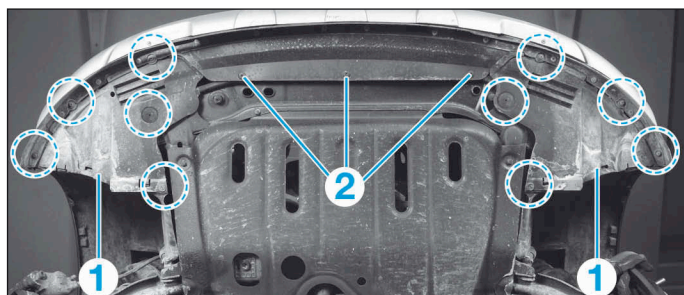

FIG.58
- Sous le véhicule, déposer (Fig.58) :
- les protections latérales (1),
- les vis (2).